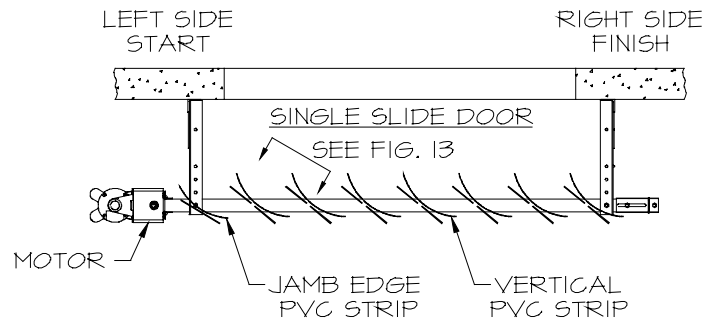

FIG. 12A
a. Single Slide door (Figure 12A).